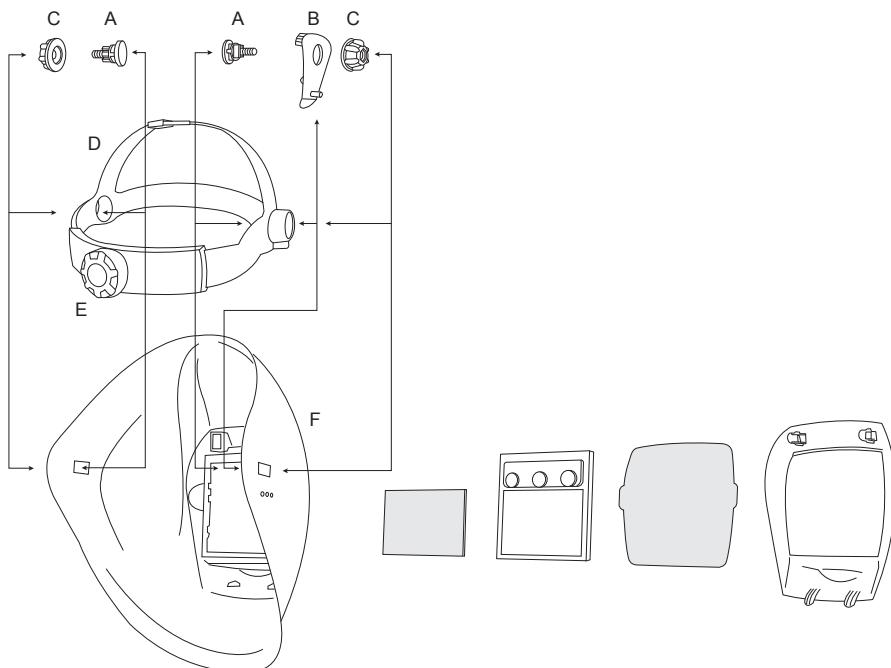

Figura 1
1. Introduceți șuruburile (A) prin deschiderile din Speedy Loop (E).
2. Introduceți Speedy Loop (E) în protecția măștii (F) ca în figura 1 și împingeți șuruburile (A) prin deschiderile rectangulare din protecția măștii.
3. Introduceți piesa de reglare a înclinării (B) pe latura dreaptă între Speedy loop (E) și protecția măștii (F). Asigurați-vă că introduceți un splint în unul din cele patru orificii din piesa de reglare a înclinării. Selectați orificiul corect pentru confort maxim.
4. Strângeți piulițele (D) și șaibele (C1, C2) de pe șuruburi (A).